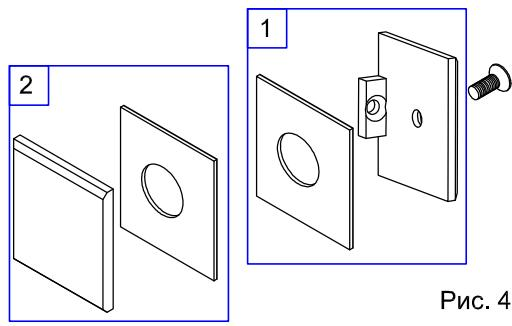

Рис. 4
2.1. Шестигранным ключом разобрать держатель стекла №7 (рис.4).
держателя №7 (рис.4). Отметить на стене место отверстия
2.4. Вставить комплект 1 держателя стекла №7 (рис.4) на место на стене.
2.8. Установить комплект 2 держателя №7 (рис.4) с наружной